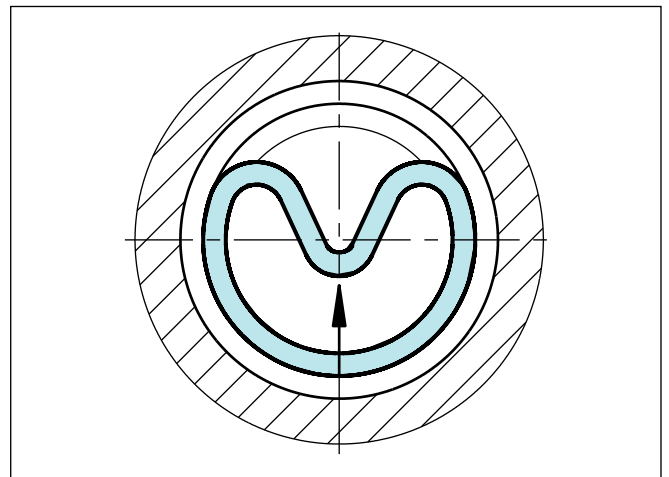

Bild 131 Einlegen des Dichtrings in die geschlossene Nut
- Dichtring in zusammengedrückter Form in die Nut einlegen und in Pfeilrichtung (Bild 131) gegen den O-Ring andrücken.